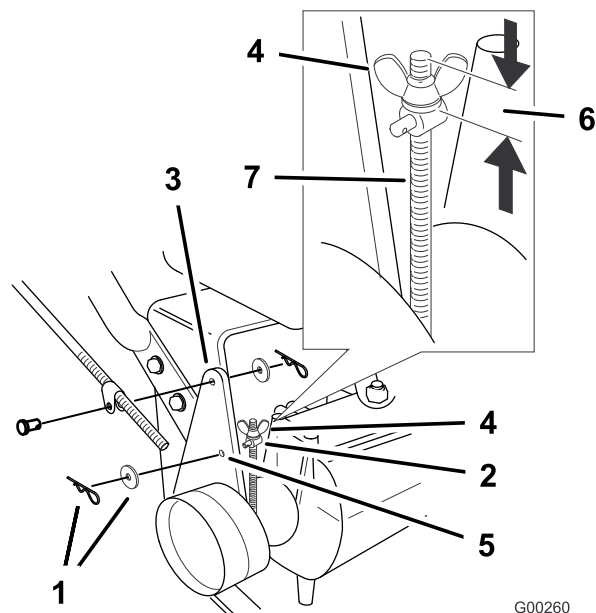

Figura 41
Nota: Per la messa a punto iniziale, regolate l'altezza del dado ad alette in modo tale che la distanza dalla sua base alla sommità dell'asta filettata sia di 32 mm (Figura 41).
6. Per regolare il freno, togliete la coppiglia e la rondella dalla leva del freno e dal barilotto (Figura 41).
9. Inserite il barilotto nel foro F (Figura 41).
10. Assicurate il barilotto alla leva del freno per mezzo della rondella e della coppiglia (Figura 41).